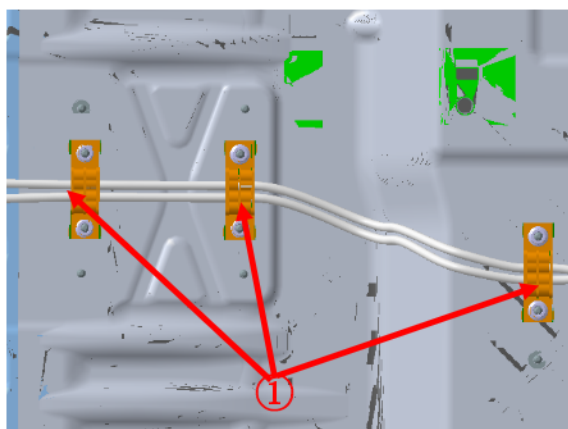

图 34
步骤 2：掀开地毯，分别将图 34 至 37 序号①、②、③、④、⑥所示管夹、卡扣、螺栓卡拆下来。